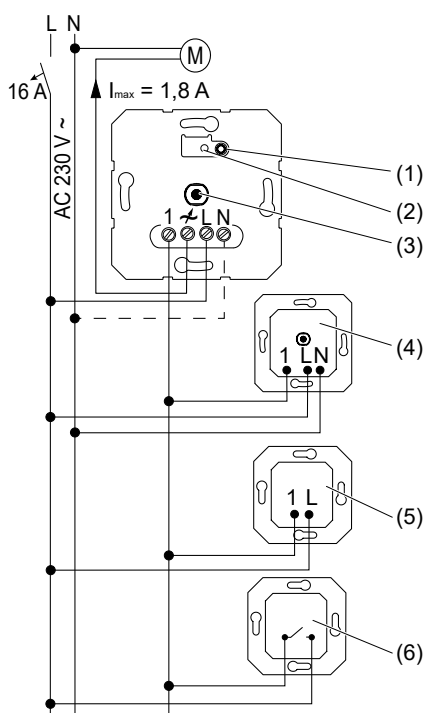
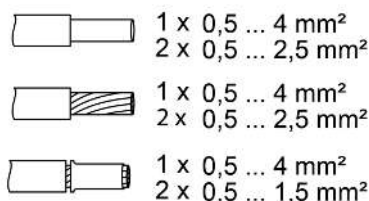

Figure 1: Schéma de raccordement avec postes auxiliaires en option
Figure 2: Section transversale de conducteur pouvant être bloquée
- Raccorder l'appareil conformément au schéma de câblage (Figure 1). Respecter pour cela la section de conducteur serrable (Figure 2)
- i** Actionner brièvement la touche **Test** (1) pour activer le moteur.